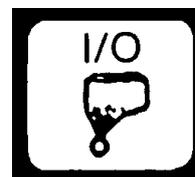

Fig. 7
4.2.7 Controllo di arresto per la trazione dello spargiconcime (Fig. 7)